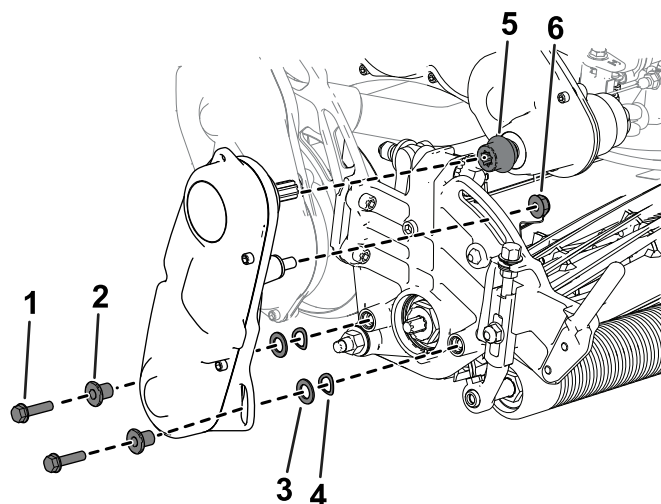

Bild 45
6. Verwenden Sie die zuvor entfernten Innensechskantschrauben, Unterlegscheiben und Distanzstücke, um die Spindeltriebsbaugruppe an der Seitenplatte des Mähwerks zu befestigen (Bild 45).
Stellen Sie sicher, dass die Spindeltriebswelle an der Kupplung der Getriebeantriebswelle befestigt ist (Bild 45).